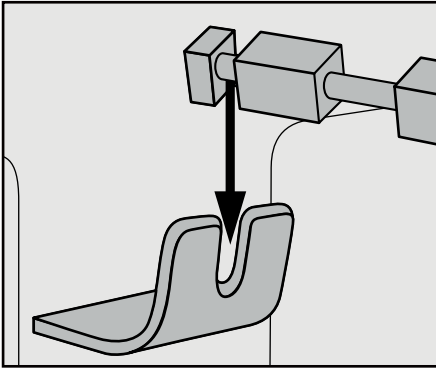

Fig. 2: Drejespyddet 16 sættes ind i drejespydholderen 9.
- Sæt derefter den anden ende af drejespyddet 16 med den dybe not ind i drejespydholderen 9 (fig. 2):